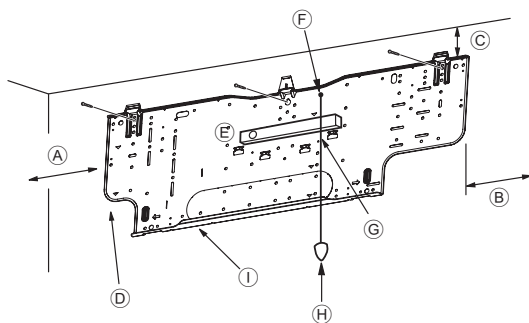
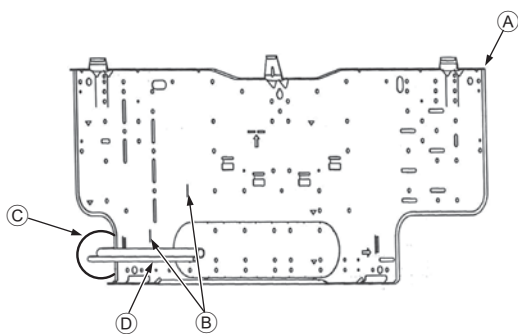

Рис. 3-4
Рис. 3-5
■ PKFY-P-VHM-E (Рис. 3-4)
- Д Крепежные винты (4 × 35) ②
- ① Монтажная плита ①
3.3. Встраивание труб в стены (Рис. 3-5)
- А Монтажная плита ①